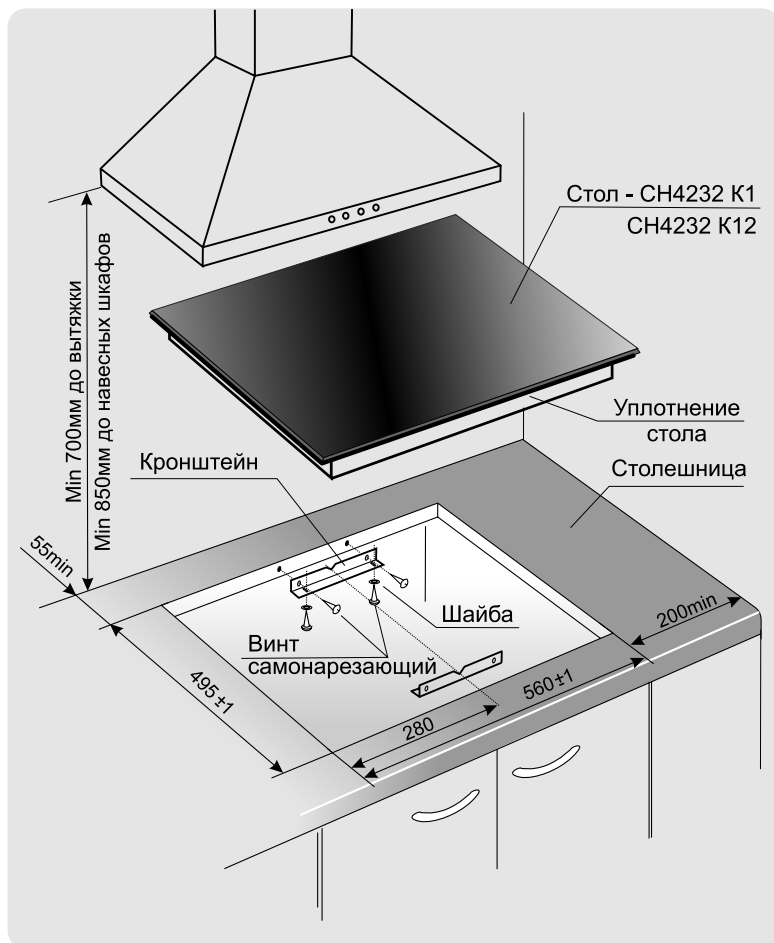

Рис.23
1. Точно разметить на столешнице контур проема под встраиваемый стол (рис.23).